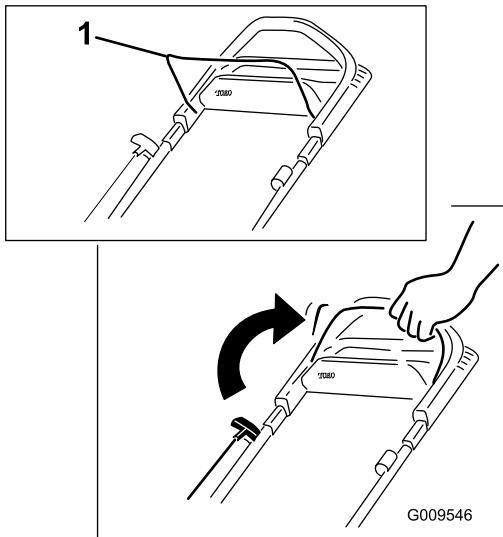

Figura 12
1. Tire de la barra de control de la cuchilla hacia el manillar, y sujetela en esa posición (Figura 12).